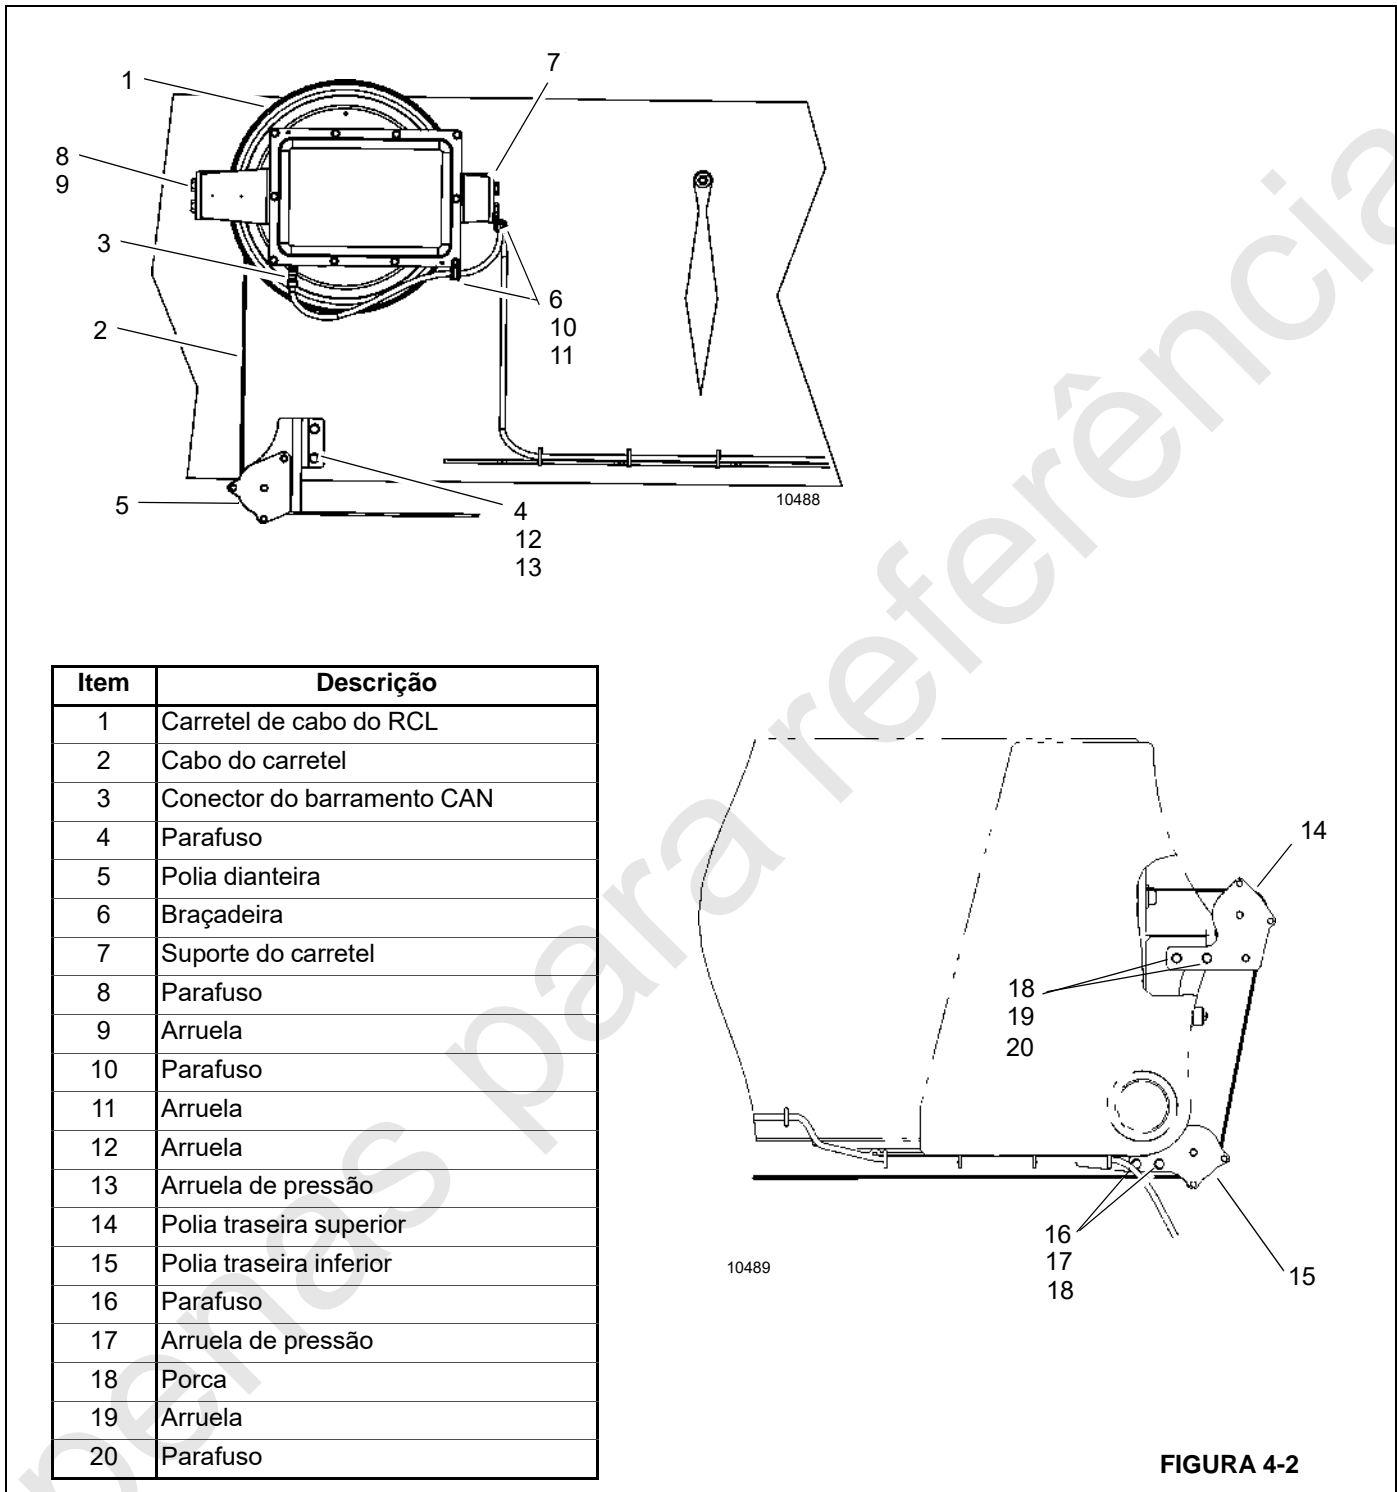

FIGURA 4-2
O carretel de cabos do RCL (1, Figura 4-2) está localizado no lado esquerdo da lança. O cabo do carretel (2) liga o carretel à chave A2B na extremidade da lança. O cabo passa
- 8. Remova a polia superior (14, Figura 4-2) na traseira da lança.
- 9. Remova a polia traseira inferior (15) da traseira da lança.
- 10. Remova polia dianteira (5).
- 11. Desconecte o cabo do barramento CAN (3) do carretel do cabo.
- 12. Remova os grampos (6) que fixam o cabo do barramento CAN ao suporte do carretel (7).
- 13. Remova os parafusos (8), as arruelas (9) e o conjunto do carretel do cabo do RCL (1).
1. Instale o carretel do cabo do RCL (1, Figura 4-2) na lança usando parafusos (8) e arruelas (9).
2. Conecte o conector do barramento CAN do RCL (3) ao conjunto do carretel do cabo (1).
3. Fixe o cabo do barramento CAN do RCL ao suporte do carretel usando grampos (6), parafusos (10) e arruelas (11).
4. Instale a polia dianteira (5) usando arruelas (12), arruelas de pressão (13) e parafusos (4).
5. Instale a polia traseira inferior (15) na traseira da lança usando parafusos (16), arruelas de pressão (17) e porcas (18).
6. Instale a polia traseira superior (14) na traseira da lança usando arruelas (19), parafusos (20) e porcas (18).
7. Passe o cabo do carretel através das polias (5, 14 e 15) e do rolo (4) na traseira da lança.